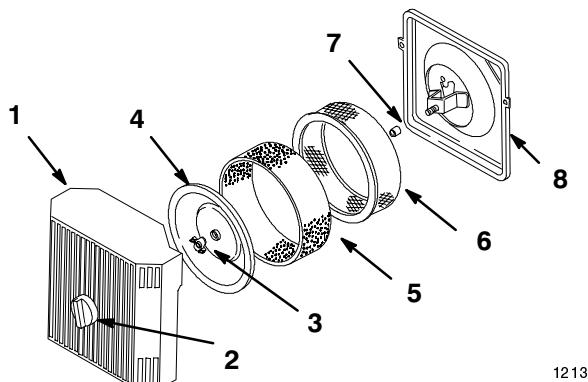

Bild 17
3. Reinigen Sie den Bereich um den Luftfilter herum, um zu verhindern, dass Schmutz in den Motor fällt und Schäden verursacht. Schrauben Sie die Verschluss schraube los und entfernen den Luftfilterdeckel (Bild 17).
4. Schieben Sie den Schaumeinsatz vorsichtig vom Papiereinsatz herunter (Bild 17).
5. Schrauben Sie die Deckelmutter los und entfernen den Papiereinsatz (Bild 17).
1. Schieben Sie das Schaumeinsatz vorsichtig auf den Papiereinsatz (Bild 17).
2. Schieben Sie die Luftfiltergruppe mit dem Deckel auf die lange Stange. Drehen Sie die Deckelmutter jetzt mit der Hand gegen den Deckel (Bild 17).
3. Bringen Sie den Luftfilterdeckel an (Bild 17).